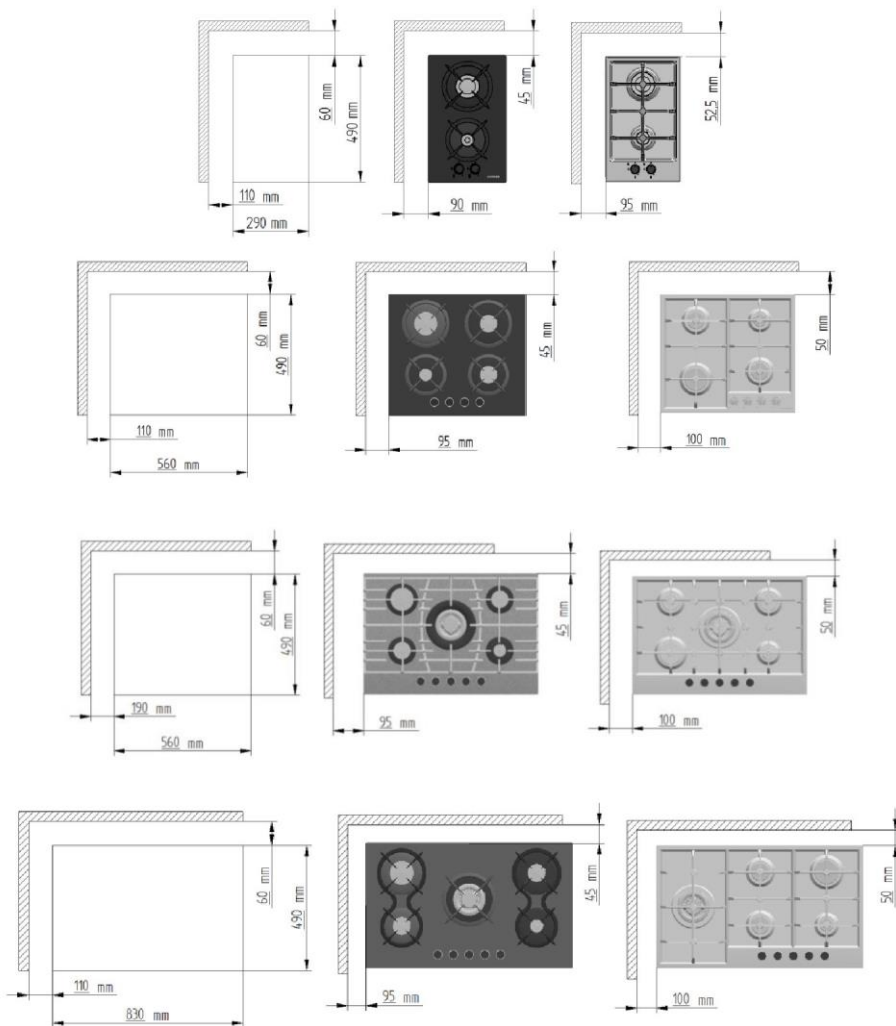

Figura 4.
- Lasciare una distanza di sicurezza tra il piano cottura e le contro pareti (Figura 4).
- Il foro da prevedere per il piano cottura sul banco deve essere come quelli indicato in figura. (Figura 4)